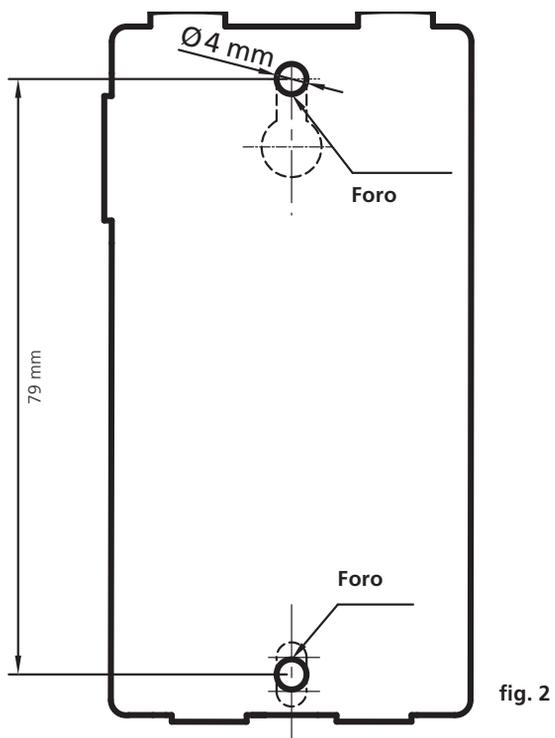

fig. 2
- Segnare con una marita le posizioni dei due fori per tasselli (maschera di foratura, fig. 2).